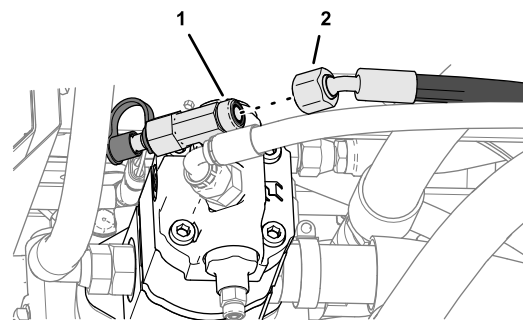

**Figura 131**
- Monte a união de 90° do tubo de retorno do depósito 6 x 2819 mm na união em T, e aperte a união do tubo (Figura 131).